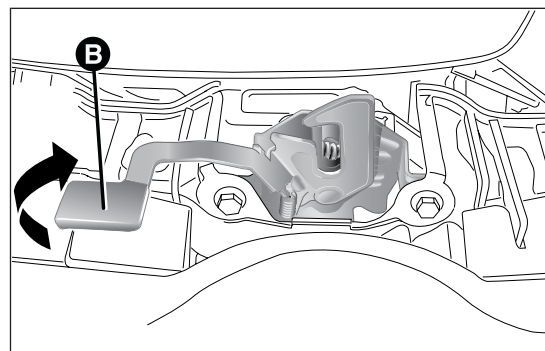

fig. 62
- ☐ mover la palanca B fig. 62 hacia la izquierda como indica la figura;